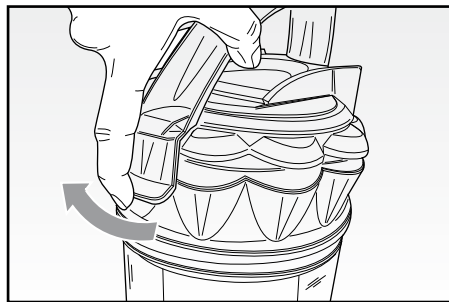
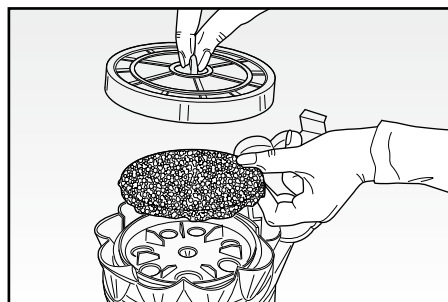

Fig. 8
Fig. 9
- Per una pulizia completa del contenitore (A) è necessario smontarlo in ogni sua componente, operando come di seguito descritto:
- aprire il coperchio filtro agendo sull'apposita levetta (Fig. 8); quindi estrarre il filtro sottostante e il filtro di spugna (Fig. 9);